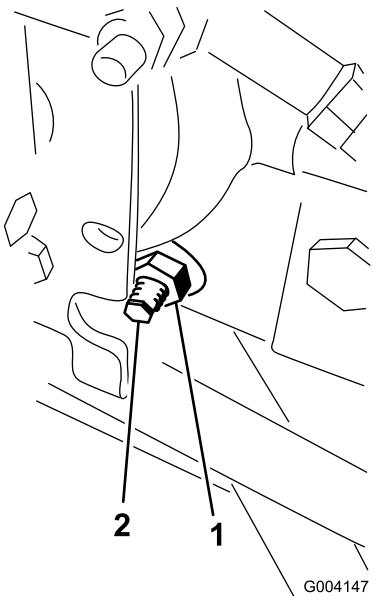

Figura 70
3. Dal lato destro dell'idrostato, allentate il dado di bloccaggio sulla camma di regolazione della trazione (Figura 70).